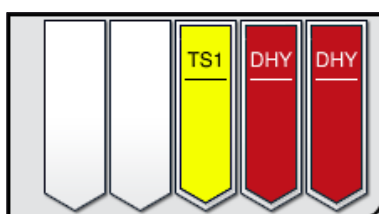

Fig. 85
- După ce un stativ a parcurs procesul de colorare, acesta va fi transportat în sertarul de descărcare (→ "Fig. 19-4") și va fi depus într-o poziție liberă (→ "Fig. 85"). Utilizatorul este informat despre acest lucru printr-un mesaj de informare și un ton de semnalizare.